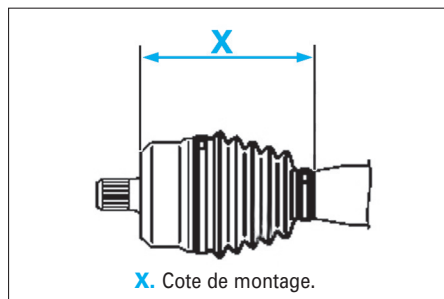

FIG. 1
Cote de montage des soufflets (mm) (Fig.1)
- Découper le soufflet (3).
- Déposer le joint homocinétique (4) sur le croisillon (5) de l'arbre (6) à l'aide d'un mandrin approprié.
- Déposer le circlip (7) et le remplacer.
- Mettre en place le collier (1) et le soufflet (3).
- Remplir de graisse le joint homocinétique (4) jusqu'au bord supérieur du croisillon.
- Monter le joint homocinétique (4) sur l'arbre (6)
- Remplir le soufflet (3) et le joint homocinétique (4) avec la graisse restante.
- Monter le soufflet (3) sur le joint homocinétique (4), l'ajuster et le fixer avec les colliers de serrage (1) et (2).
Respecter la cote de montage (X) pour ajuster le soufflet (Fig.1)